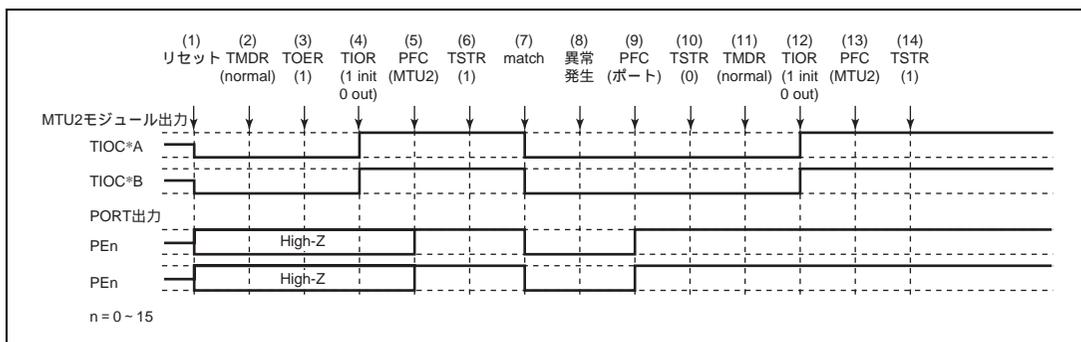

図 10.137 ノーマルモードで異常が発生し、ノーマルモードで復帰する場合
ノーマルモードで異常が発生し、再設定後ノーマルモードで再スタートする場合の説明図を図 10.137 に示します。
(1) ~ (10) は図 10.137 と共通です。
(11) PWM モード 1 を設定します。
(12) TIOR で端子を初期化してください (PWM モード 1 では TIOC*B 側は初期化されません。初期化したい場合はノーマルモードで初期化した後、PWM モード 1 に遷移してください)。
(13) PFC で MTU2 出力としてください。
(14) TSTR で再スタートします。
(11) PWM モード 2 を設定します。
(12) TIOR で端子を初期化してください (PWM モード 2 では周期レジスタの端子は初期化されません。初期化したい場合にはノーマルモードで初期化した後 PWM モード 2 に遷移してください)。
(11) 位相計数モードを設定します。
(12) TIOR で端子を初期化してください。
(11) TIOR でノーマルモードの波形生成部を初期化してください。
(12) TIOR でノーマルモードの波形生成部の動作を禁止してください。
(13) TOER でチャンネル 3、4 の出力を禁止してください。
(14) TOCR で相補 PWM の出力レベルと周期出力の許可禁止を選択してください。
(15) 相補 PWM を設定します。
(16) TOER でチャンネル 3、4 の出力を許可してください。
(17) PFC で MTU2 出力としてください。
(18) TSTR で再スタートします。
- (1) ~ (13) は図 10.137 と共通です。
- (14) TOCR でリセット同期 PWM の出力レベルと周期出力の許可禁止を選択してください。
- (15) リセット同期 PWM を設定します。
- (16) TOER でチャンネル 3、4 の出力を許可してください。
- (17) PFC で MTU2 出力としてください。
- (18) TSTR で再スタートします。